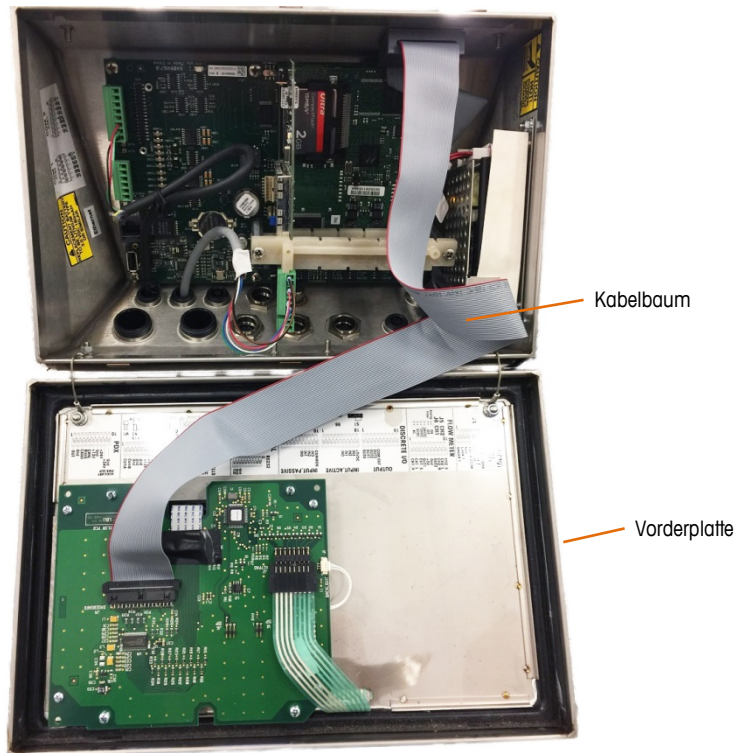

Abbildung 2-11: Frontplatte umgedreht, längerer Kabelbaum installiert
10. Schließen Sie den Ersatzkabelbaum (64087303) wie in Abbildung 2-11 dargestellt an.